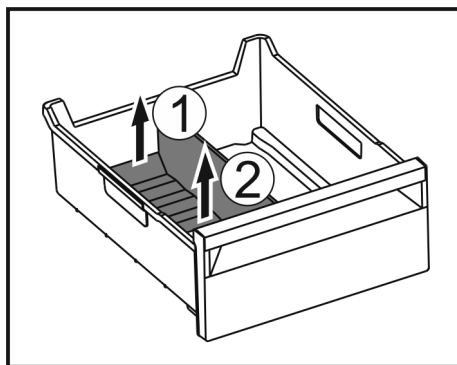

Fig. 147
- ▶ Podignite stražnji dio pregrade ladice za led. Fig. 147 (1)
- ▶ Izvadite pregradu ladice za led prema gore. Fig. 147 (2)